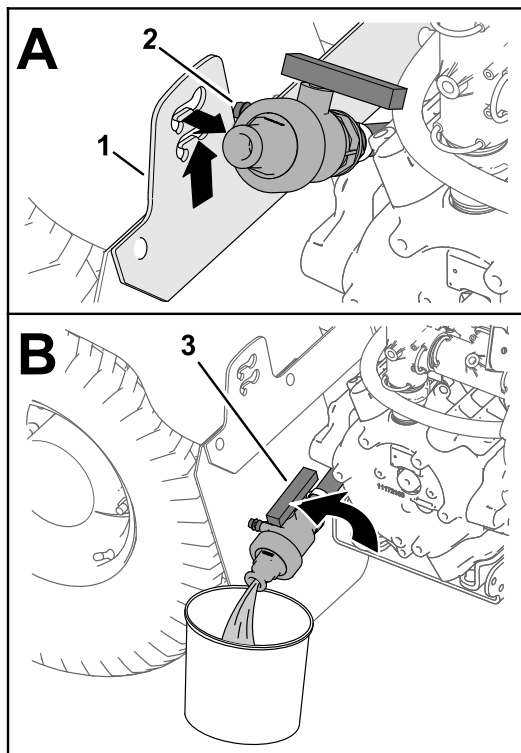

Figure 37
3. Soulevez le robinet jusqu'à ce que les goujons de montage soient dégagés des fentes dans le support, puis déplacez le robinet vers l'arrière (Figure 37).
4. Alignez l'extrémité du robinet et le bac de vidange, et tournez la poignée à la position ouverte (Figure 37).
5. Une fois la cuve complètement vide, tournez la poignée du robinet de vidange à la position fermée et replacez le robinet sur son support (Figure 37).